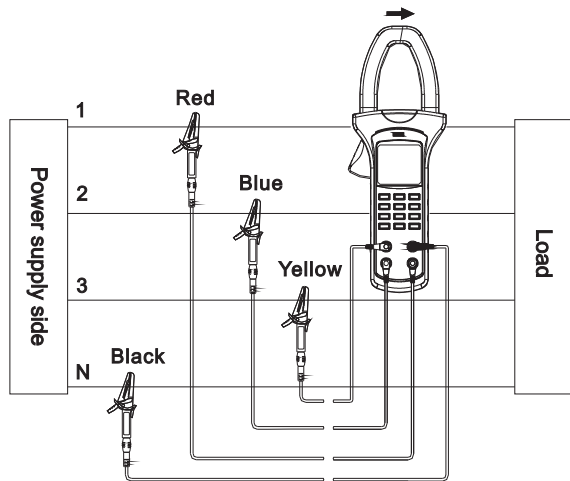

图14
- 按MENU选择“电压(V)+电压(V)+电压(V)”档,如图14,将红色测试笔插入“V1”插孔,蓝色测试笔插入“V2”插孔,黄色测试笔插入“V3”插孔,黑色测试笔插入“COM”插孔,并将四根测试笔连接到待测电源或负载的三相和接地端。
测量步骤：开机后首先按HARM键进入电压总谐波对全波失真率测量模式，然后将待测相电压信号通过表笔接入仪表的电压输入端，零线接COM端，相线接V1/V2/V3中的任一端口，并按SELECT键选择测量端口与输入端口一致，如图14。